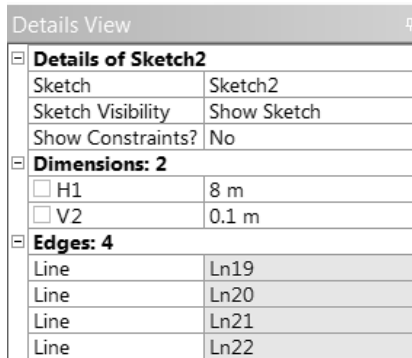

Рис. 1.14
- 8) На панели Details View, которая находится под панелью Sketching Toolboxes, в группе Dimensions:2 устанавливаем $H1=8$, а $V2=0.1$, рис. 1.14.